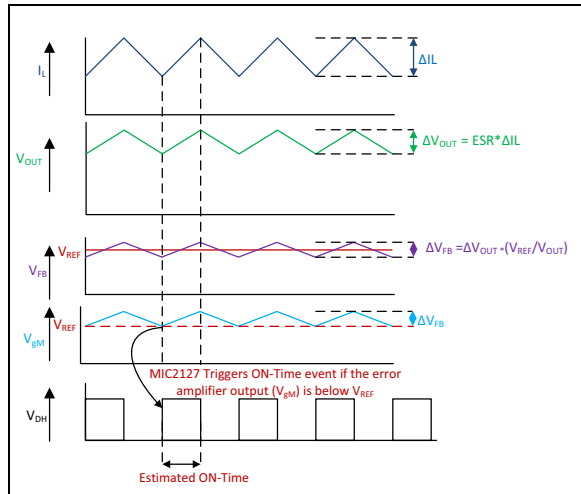

图 4-1: MIC2128 控制环时序
MIC2128 是一种基于反馈节点处的纹波工作的自适应导通时间同步降压控制器。输出电压由 MIC2128 反馈引脚 (FB) 检测，并在低增益跨导误差放大器 (g_m) 处与 0.6V 的参考电压 (V_{REF}) 进行比较，如功能框图所示。图 4-1 显示了稳态运行期间的 MIC2128 控制环时序。